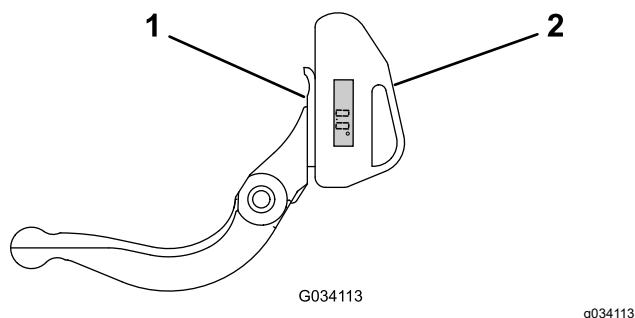

Figura 23
1. Amplasați indicatorul de unghi în partea inferioară a contracuțitului, conform indicațiilor din Figura 23.